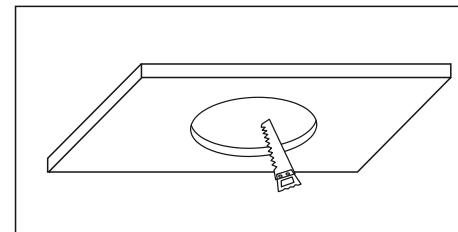

Рис. 1
- Подготовьте отверстие в потолке требуемого диаметра, убедитесь, что оно не повлияет на другие объекты, такие как балки перекрытия, трубы и кабель (рис. 1).